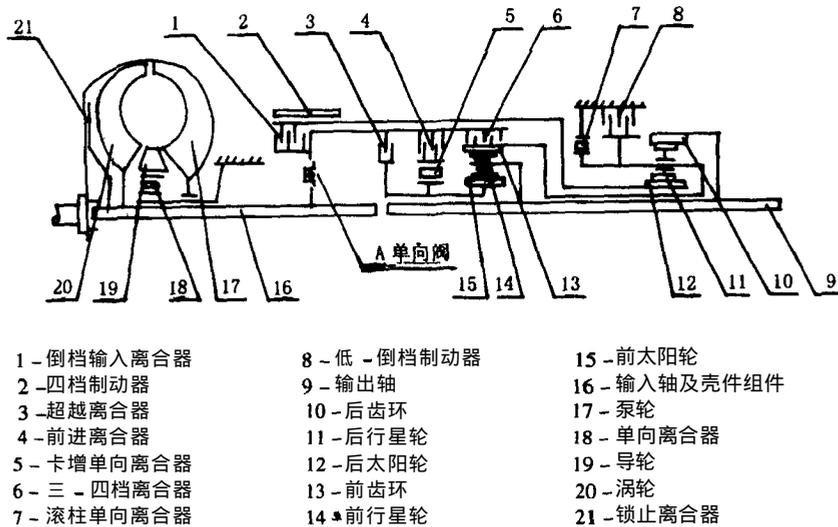

图 1 - 10 自动变速器传动系统示意图
该车变速器传动系统示意图见图 1 - 10。
进一步仔细检查，除三 - 四档离合器 (6) 又烧坏外，其他零件都无磨损，各密封件也完好，装配也无误。分析三 - 四档离合器烧坏的原因，可能与它的液压油缸压力不足有关。检查油缸的密封状况，密封橡胶件都完好，当查到输入轴及壳体组件 (16) 时，发现由里向外对壳体上一只单向球阀 (其位置见图 1 - 11) 吹气时，有漏气现象。将此阀从外壳上压下 (由外向里压，因阀外壳有凸缘)，经过珩磨达到密封后装回，将变速器装好后路试，发现原来的故障现象更严重了，油温低时即出现打滑现象。于是再拆检，原来漏气的单向阀 (A) 在压装时装反了方向，纠正后再试车，故障排除。
见图 1 - 11(a)，当油泵内充满压力油时。阀被油压压住而密封，油缸保持密封；见图 1 - 11(b)，当油缸泄油压力释放时，因油缸旋转而产生离心力，此离心力使阀内的钢球被甩向一边；见图 1 - 11(c)，缸内的油可通过阀泄到缸外，它有两个作用：一是加快泄油速度；二是当油缸不工作时，可以把油缸内残余的油放出，避免因高速转动使残余的油甩向油缸外侧，对活塞产生压力，使离合器片产生摩擦。